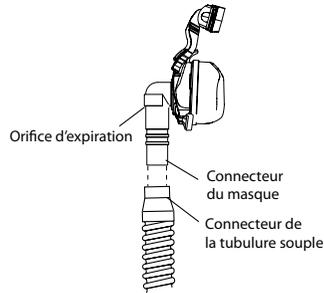

FIGURE 3-3 CONNEXION D'UN MASQUE AVEC ORIFICE EXPIRATOIRE INTÉGRÉ
- a. Si vous utilisez un masque à orifice expiratoire intégré, branchez le connecteur du masque sur le tuyau flexible (Figure 3-3).